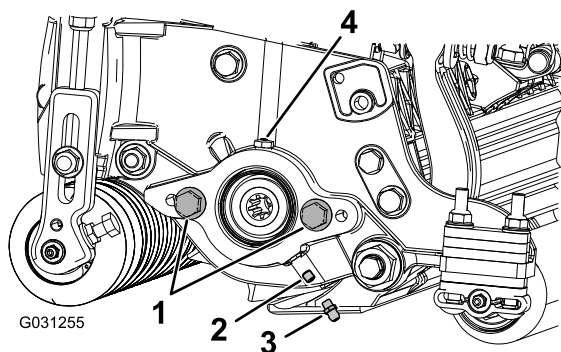

Figura 4
1. Retire y deseche el tornillo de fijación de la placa lateral del motor del molinete (Figura 4).
2. Instale el engrasador recto (Figura 4).
2. Si no hay tornillos en la placa lateral del motor del molinete, instálelos (Figura 4).
5. Engrase la placa lateral hasta que salga el exceso de grasa del orificio (Figura 4).